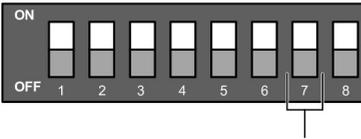
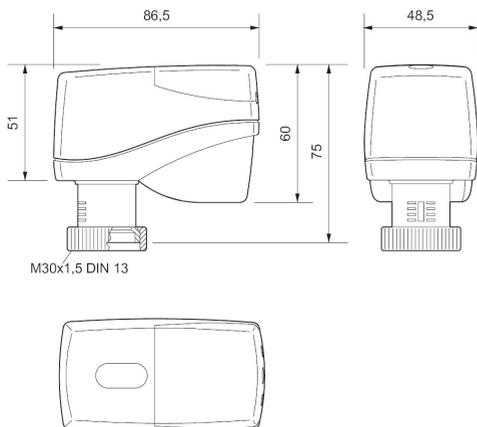

Abb. 7: Dip-Schalter
Abb. 10: X-VALVE-MOD-KP-MD15-Q-J6
In der Montageposition ist die Spindel vollständig eingefahren und die DIP-Schalter (Bit 1 bis 6) sind auf „OFF“ eingestellt (Abb. 7 und Abb. 10).
1. ▶ Stellantrieb in die Montageposition fahren (DIP-Schalter, Bit 1 bis 6 auf „OFF“ ↪ Abb. 7).